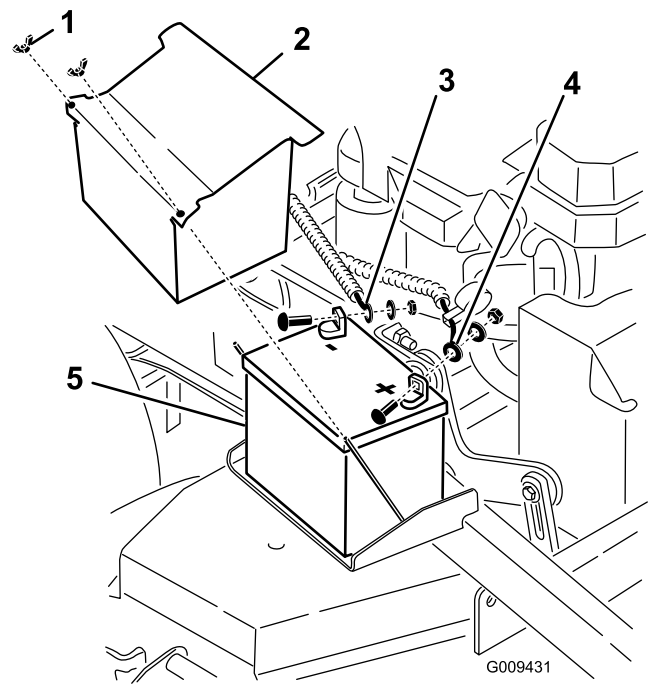

Figure 51
3. Enlevez le capuchon en caoutchouc noir qui protège le câble négatif. Débranchez le câble négatif de la borne négative (-) de la batterie (Figure 51).
4. Enlevez le capuchon rouge de la borne positive (rouge) de la batterie. Débranchez ensuite le câble positif (rouge) de la batterie (Figure 51).
5. Déposez la plaque de maintien de la batterie (Figure 51) et enlevez la batterie.
1. Placez la batterie sur la machine (Figure 51).
3. Commencez par relier le câble positif (rouge) à la borne positive (+) de la batterie avec un écrou, une rondelle et un boulon (Figure 51). Glissez le capuchon de caoutchouc sur la borne de la batterie.
4. Reliez ensuite le câble négatif et le câble de masse à la borne négative (-) de la batterie avec un écrou, une rondelle et un boulon (Figure 51). Glissez le capuchon de caoutchouc sur la borne de la batterie.